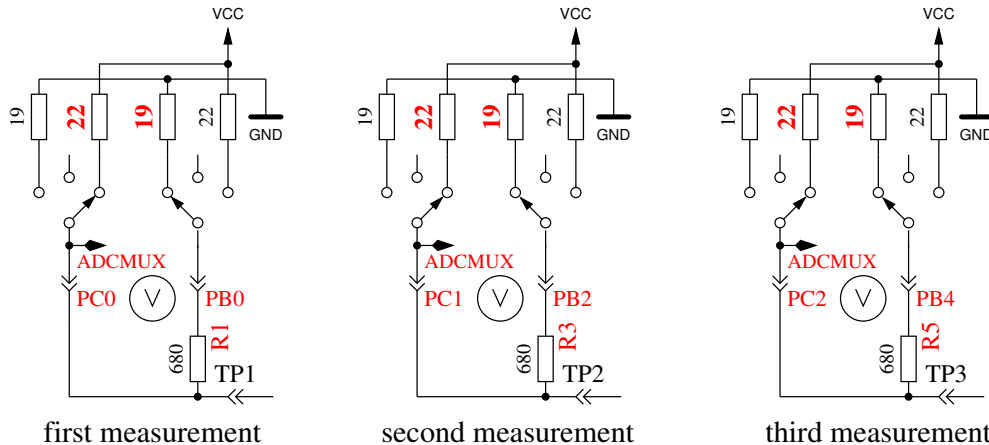

Abbildung 5.46: Messung des Innenwiderstandes des auf VCC geschalteten Port-C-Ausgängen.
8. **Messung des Innenwiderstandes von auf VCC geschalteten Port-Ausgängen.** Der benötigte Strom wird von auf GND geschalteten 680Ω-Widerständen geliefert. Es ist die gleiche Messung wie die in Test 7 zur anderen Seite, wie in Abbildung 5.46 gezeigt wird. Der Innenwiderstand wird wie folgt berechnet: $(5001 - (ErgebnisvonTest7) - (ErgebnisvonTest8)) / 680$. Die Widerstandswerte ergeben sich, wenn die gemessene Spannung durch diesen Strom dividiert wird. Der gefundene Mittelwert der Innenwiderstände der Ausgabe-Ports wird im EEprom festgehalten. Das Ergebnis für diesen Test wird dann in Zeile 1 mit dem Text „RI_Hi=“ in Ω angezeigt, der Innenwiderstand zur GND-Seite wird in Zeile 2 mit dem Text „RI_Lo=“ angezeigt. Diese Werte stehen dann für weitere Messungen zur Verfügung.